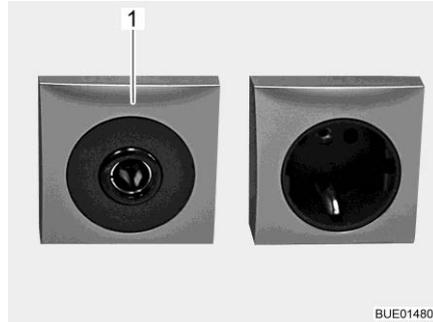

Fig. 96 Caja de enchufe 12 V/10 A
- ▷ Conectar únicamente aparatos con máximamente 10 A a las cajas de enchufe (Fig. 96,1) de la red de a bordo de 12 V.